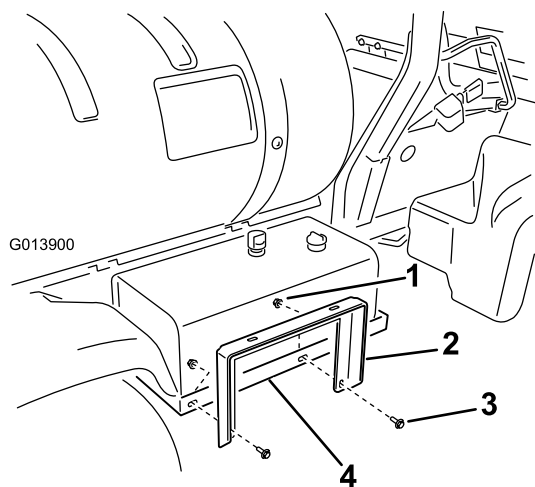

图8
1. 用2个凸缘头螺栓（3/8 x 1 英寸）和2个凸缘螺母（3/8 英寸）将软管卷支座安装到液压油箱支架（图8）上。出于随后调整考虑，不要完全旋紧螺母。
3. 用 2 个凸缘头螺栓 (3/8 x 1 英寸) 和 2 个凸缘螺母 (3/8 英寸) 将软管卷支座安装到软管卷箍带 (图8) 上。